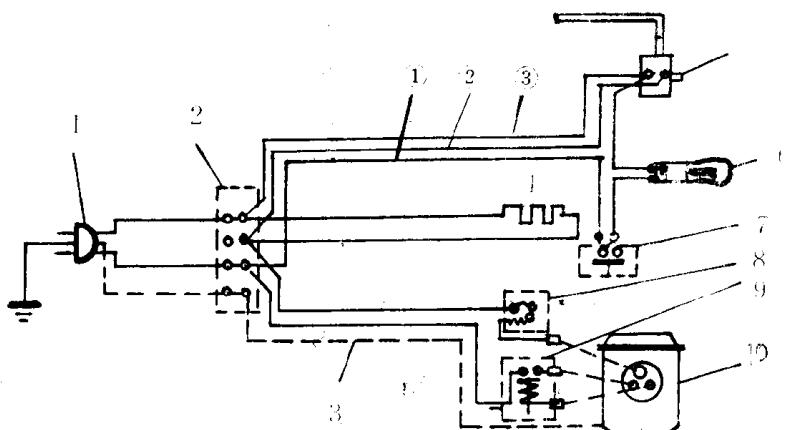

图1 雪花牌BCD—170直冷式双门电冰箱接线图
本例的电冰箱，以万用表测量电气线路与箱体的电阻为几百欧姆，以兆欧表测量时指针偏转指零，说明漏电。经仔细检查，发现该冰箱经过大修，通往箱内照明灯的导线更换过而且有接头，接头的绝缘未包好，铜芯碰及箱体。更换新的绝缘导线，并将接头包好绝缘胶布，麻电感消除。雪花牌BCD—170电冰箱的电气接线如图1所示，供参考。
分析及修理：用万用表 $R\times 1\text{k}$ 或 $R\times 10\text{k}$ 挡测量电冰箱的电气线路与箱体间电阻，指针指零，肯定漏电，无需再用兆欧表摇测。为了缩小故障范围，可把电气线路分成几部分检查：在压缩机接线柱处把启动继电器、过载保护器取下来，再在电冰箱背后把通往温控器、照明灯的绝缘导线断开，参看图1，分别检查①压缩机，②启动继电器与过载保护器，③温控器与照明灯这三部分的绝缘电阻。结果发现本例电冰箱的温控器与照明灯部分漏电，即有接地点，经检查发现温控器内有积水，积水使其带电的部分与外壳相连，外壳带电，经感温管连